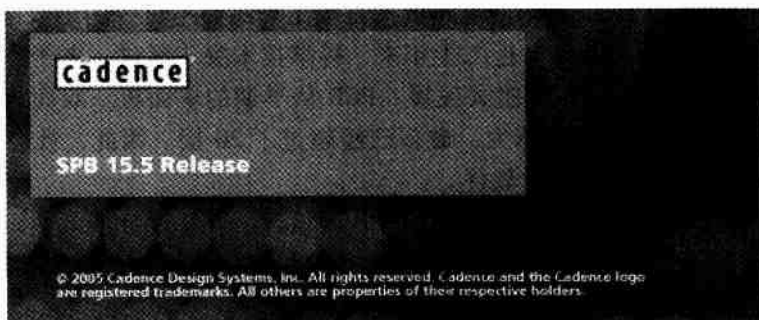

图 1-1 Allegro 安装界面
2) 将安装光盘“Disk1”放入光驱, 安装程序通常会自动启动, 弹出如图 1-1 所示的对话框。如果系统没有启动安装程序, 可以在软件光盘中找到 Setup. exe 文件, 双击程序也可以启动安装。